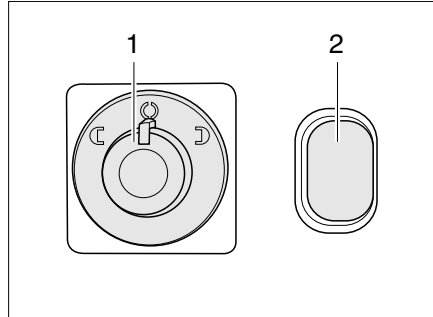

Bild 20 Schalter für elektrisch einstellbare Außenspiegel und Spiegelheizung
- Den Spiegel, der eingestellt werden soll, wählen. Dazu den Drehschalter (Bild 20,1) nach links oder rechts drehen.
- Den Spiegel durch Drücken des Schalters (Bild 20,1) in die entsprechende Richtung einstellen.
- Den Schalter (Bild 20,2) drücken. Die Kontroll-Leuchte im Schalter zeigt den Betrieb an.